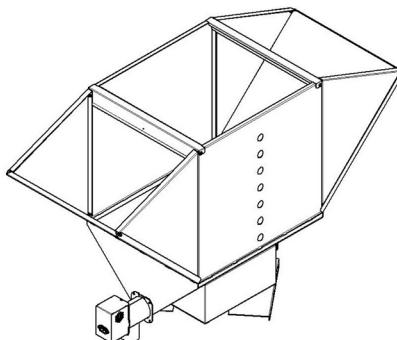

Рисунок 3 - Бункер
- Бункер котельный (рисунок 3), конструкция которого подразумевает его установку непосредственно на котёл.